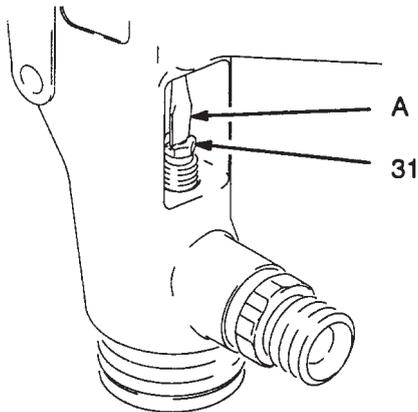

Fig. 7
2. Packungsadjustierschraube (31) über den Packungssatz montieren und den Gewindeanfang in die Pistole schrauben. Danach Nadel abnehmen.
3. Einen Schraubenzieher mit dünnem Blatt (A) durch das Hinterteil der Pistole in die Packungsadjustierschraube (31) hineinstecken, siehe Abb. 7. Dabei mit dem Werkzeug keine Teile beschädigen. Schraube mit dem Schraubenzieher ungefähr drei Umdrehungen drehen, die Packung ist noch lose.